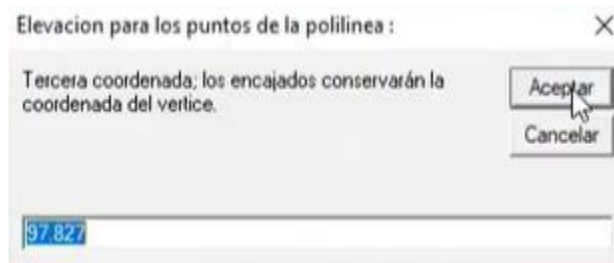

Figura 431. Ventana emergente.
64. En la primera ventana emergente, dejar el valor que se encuentra y presionar aceptar. Figura 431.